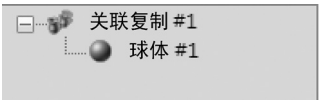

图 2-84 观察关联复制对象的结构树
5) 观察复制对象“关联复制#1”的结构历史进程，发现“球体#1”是其源对象，如图 2-84 所示。